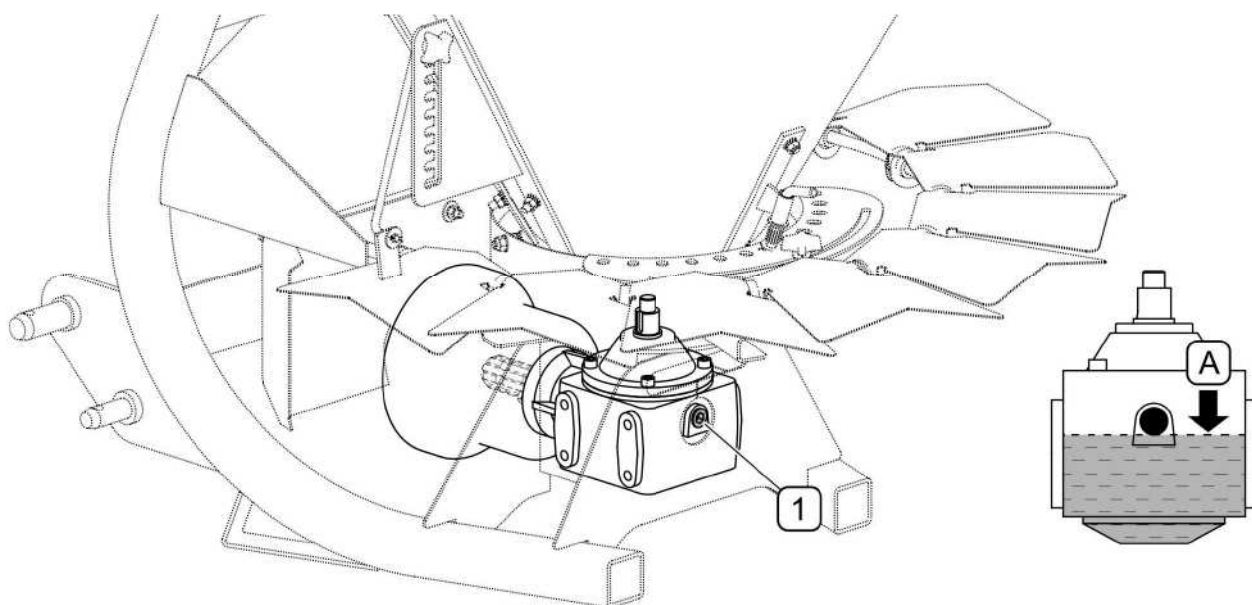

РИСУНОК 5.1 Проверка и замена масла в угловой передаче
- отвинтить пробку (1) (РИСУНОК 5.1),
- отвинтить пробку (1) (РИСУНОК 5.1)
- завинтить пробку (1).